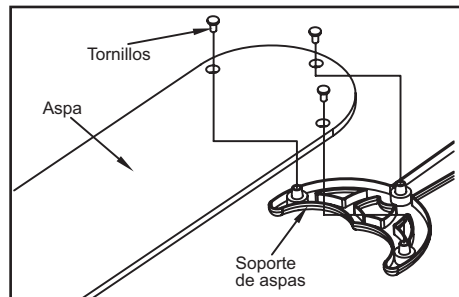

Figura 13
1. Fija el aspa a su soporte con los tornillos provistos según se muestra en la Figura 13. Observa que las arandelas de goma están fijadas en el soporte del aspa. Inserta el tornillo en el soporte. Repite para los otros dos tornillos.